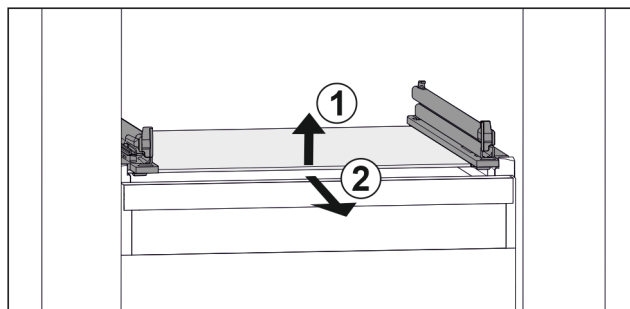

Fig. 46 Primjerni prikaz staklene ploče
- Staklenu ploču podignite sprijeda. Fig. 46 (1)
- Izvadite staklenu ploču prema naprijed. Fig. 46 (2)